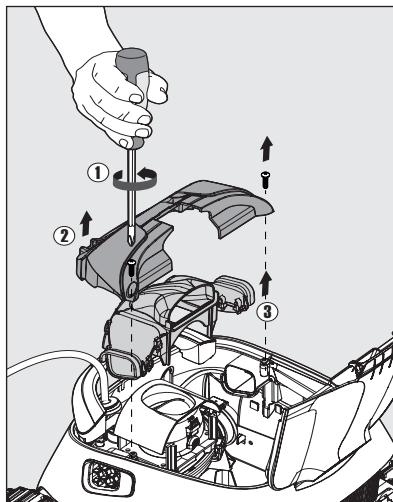

Figure 22
1. À l'aide d'un tournevis cruciforme n°2, retirez les deux vis qui maintiennent le couvercle intermédiaire et l'ensemble collecteur en place. Ces vis se trouvent dans les coins intérieurs du couvercle intermédiaire. Voir **Figure 22**.
3. Retirez délicatement le couvercle intermédiaire (élément n° 2 de la **Figure 22**) du nettoyeur et mettez-le de côté. From the cleaner and place it to the side.
4. Retirez doucement l'ensemble collecteur (élément n° 3 de la **Figure 22**) du nettoyeur et mettez-le de côté.